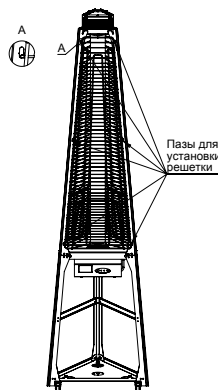

Рис. 4 – Установка решетки
- Установите в пазы верхних профилей решетки (Рис. 4);